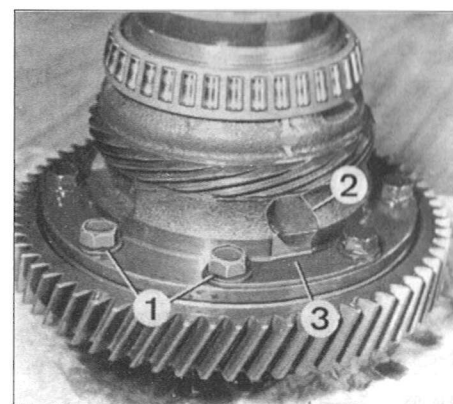

Fig. 54
- Montar os rolamentos com o auxílio dum tampão e montar os parafusos da roda de coroa (1), cobertos de Loctite Frenbloc (Fig. 54).